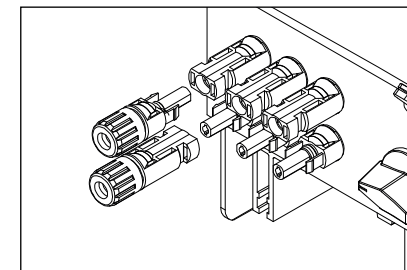
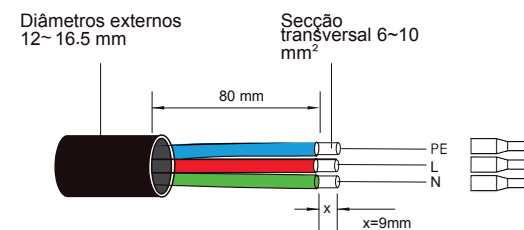

Figura 4.17 Ligue os conectores CC ao inversor
Figura 4.18 Descascar o cabo CA
5. Meça a tensão da entrada CC com o multímetro e verifique a polaridade do cabo de entrada CC. (consulte a Figura 4.17). Conecte o conector CC ao inversor até ouvir um leve clique que indica que a conexão foi bem-sucedida (veja a figura 4.18).